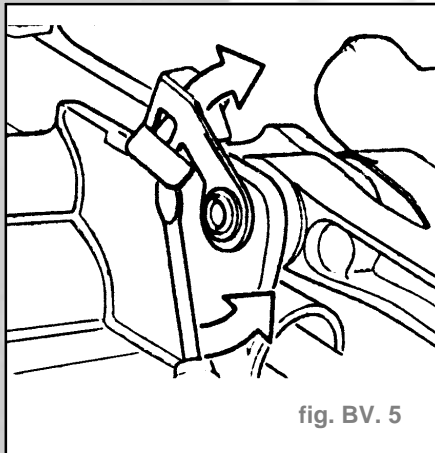

fig. BV. 5
- Défaire l'agrafe avec un tournevis, extraire l'axe d'articulation et retirer le bras de commande (fig. BV. 5).